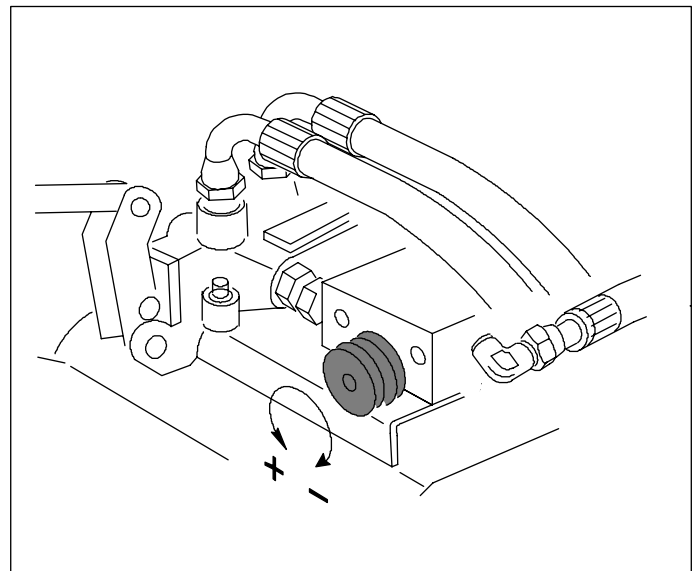

Bild 4d. Geschwindigkeitseinstellung der Einzugswalze
- Drehzahl der Einzugswalzen mit dem Regelventil auf die Drehzahl der Rotorscheibe einstellen. Durch Drehung im Gegenuhrzeigersinn wird die Geschwindigkeit der Einzugswalzen erhöht. Siehe Bild 4d.